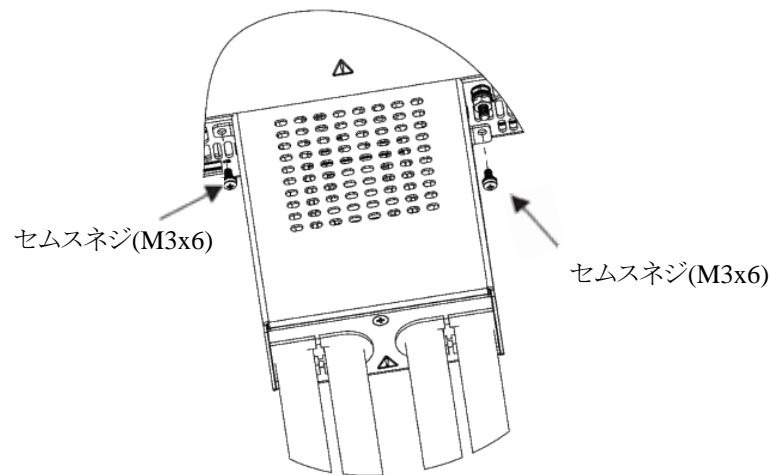

図4-39 出力端子カバーのリアパネルへの取り付け方法
3. 図4-39に示すようにM3×6セムスネジ(製品に添付されています)を使用して、電源のリアパネルに出力端子カバーを取り付けます。